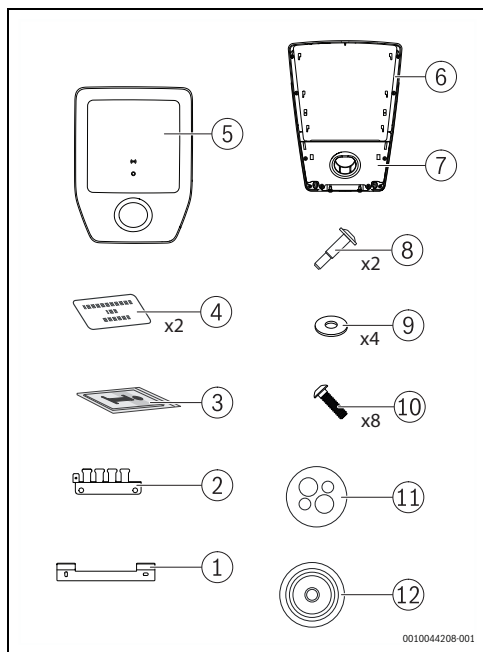

Bild 1 Lieferumfang
- Abdeckung [5] und Kappe mit dem Parkhalter [7] vorsichtig von der Logavolt abnehmen (→ Abb. 1, Seite 6).